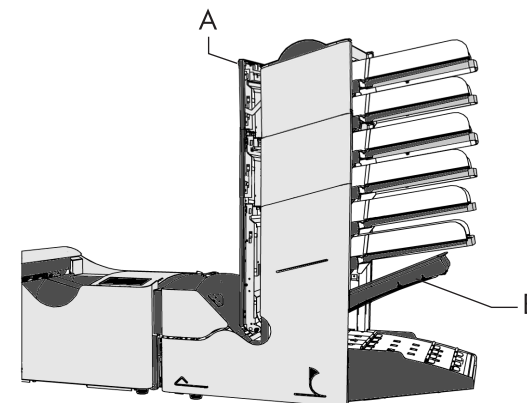

Abb. 57
- Handgriff A nach oben ziehen, und die Verkleidung des Vertikalvorschubs öffnen (Abb.57).
- Sortierer B (Abb. 57) nach oben halten